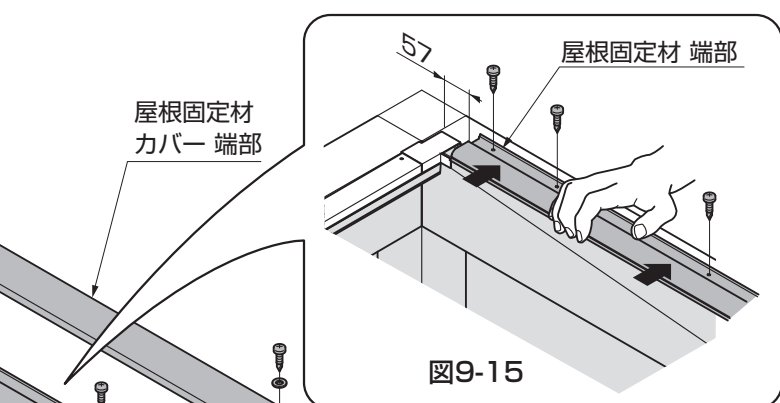

図9-15
- ① 屋根固定材端部、屋根固定材中間の取付け位置を確認して【3-1】でフレーム、中間フレームに取付けてください。（図9-14、図9-15参照）
- 図9-14、図9-15の屋根固定材の位置を確認してください。屋根固定材カバールの取付けができなくなる場合があります。